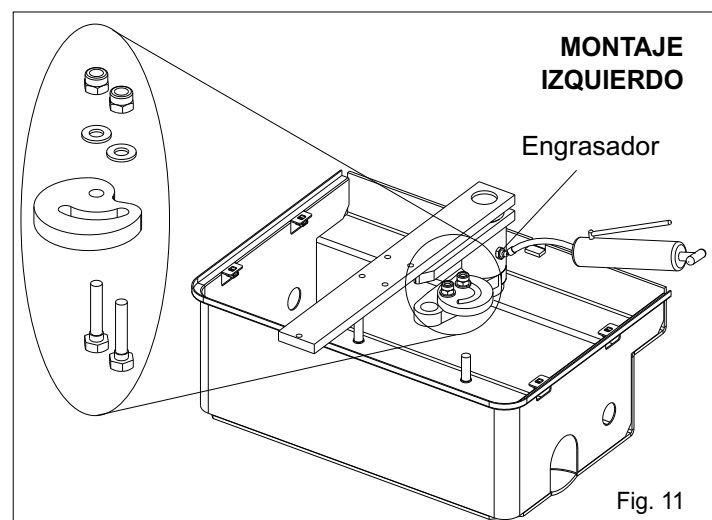
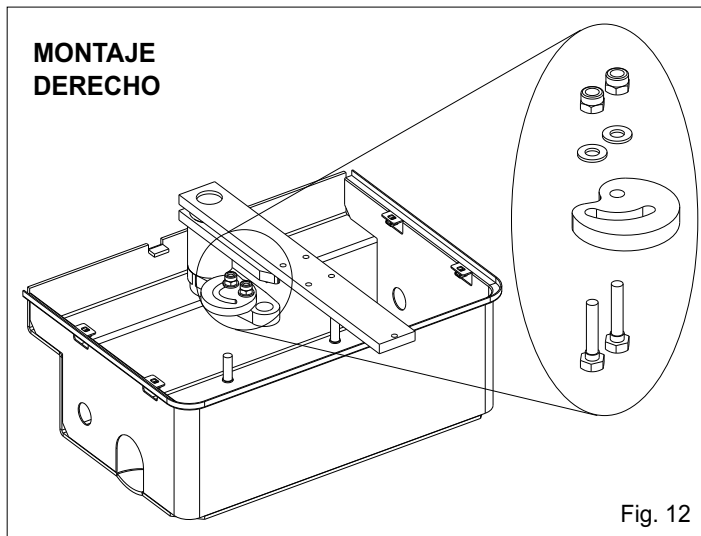

Fig. 11
Fig. 12
2.7. Insertar la leva del fin de carrera en el conjunto manilla y fijarla con las tornillos predispuestos (montaje izquierdo Fig. 11, montaje derecho Fig. 12)